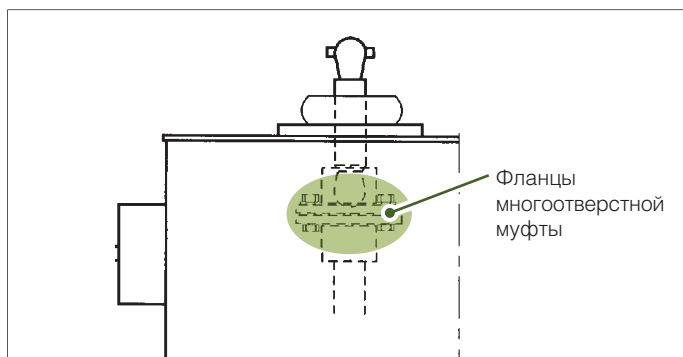

Рис. 51. Многоотверстная муфта механизма BUE
5. На моторном приводном механизме типа BUE, ослабьте два винта на многоотверстной муфте внутри механизма. См. рис. 51.